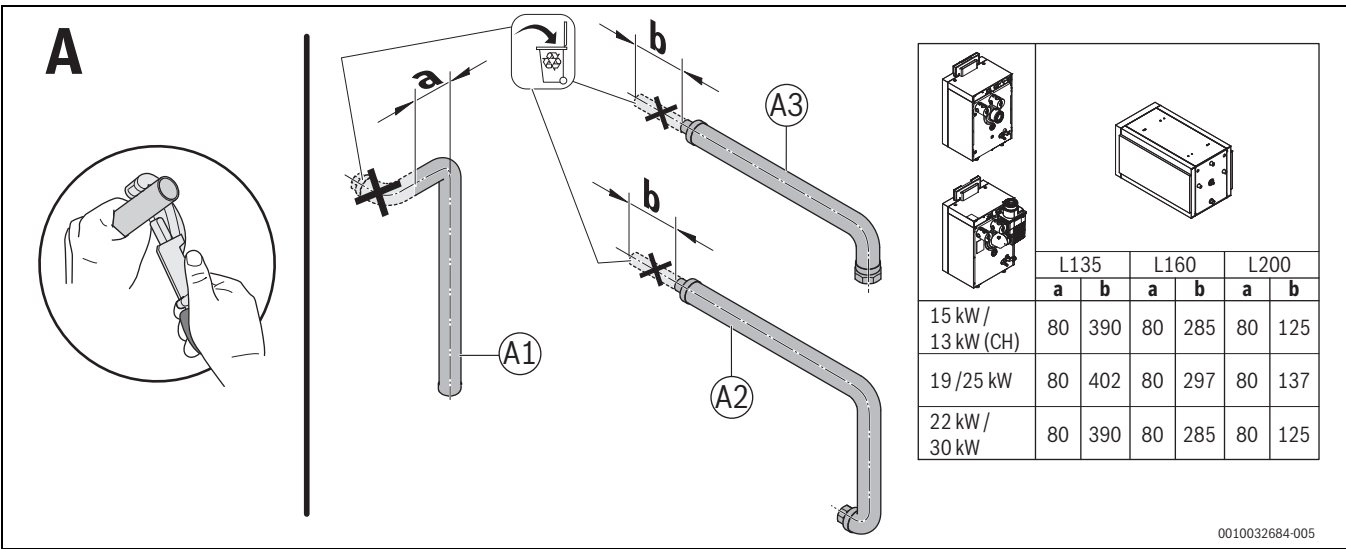

Fig. 11 Raccourcissement des tubes, variante A
- ▶ Raccourcir et monter les tubes conformément aux figures 11 et 12.
Procéder au raccourcissement des tubes conformément à la figure 11. Respecter la notice d'installation du set de connexion ballon.